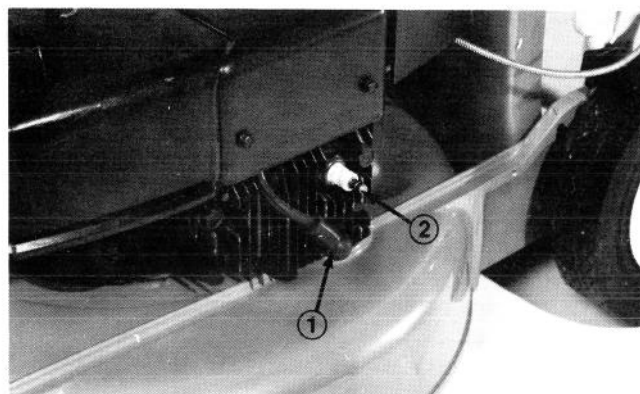

Figure 30
2. Nettoyez la surface autour de la bougie afin qu'aucun corps étranger ne tombe dans le cylindre lors de l'enlèvement de la bougie. Enlevez la bougie de la culasse (Fig. 30).